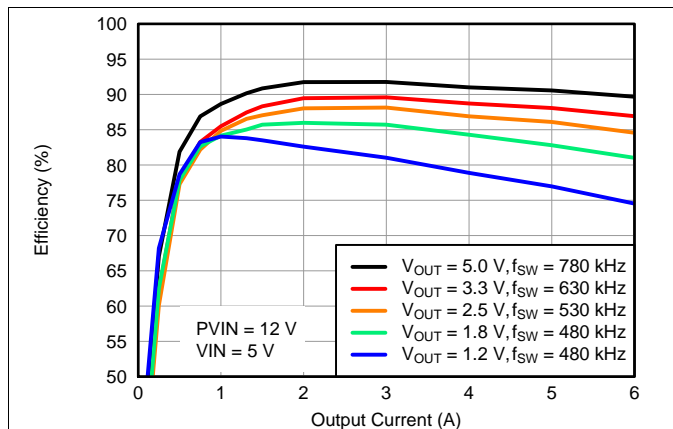
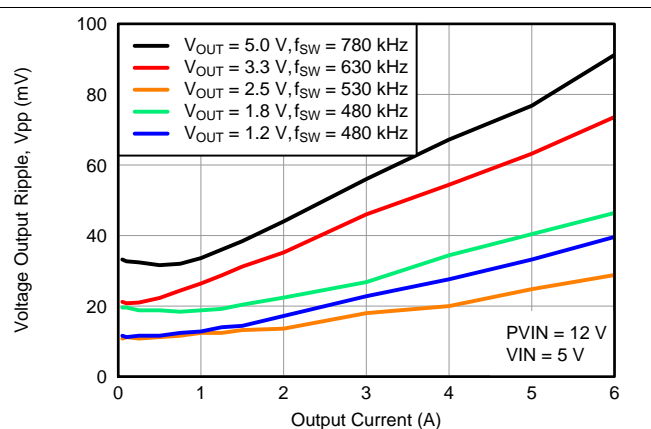
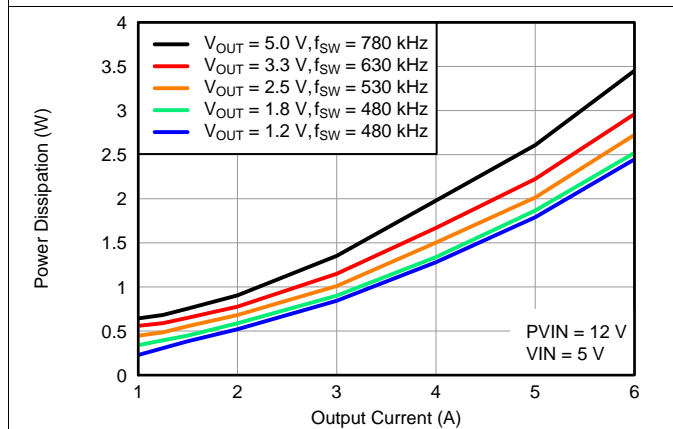

图 11. 效率与输出电流间的关系
图 12. 电压纹波与输出电流间的关系
图 13. 功率耗散与输出电流间的关系
- (1) 电气特性数据已经从实际产品（在 25°C 时进行测试）中测得。该数据被视为转换器的典型数据。适用于图 11, 图 12 和图 13。